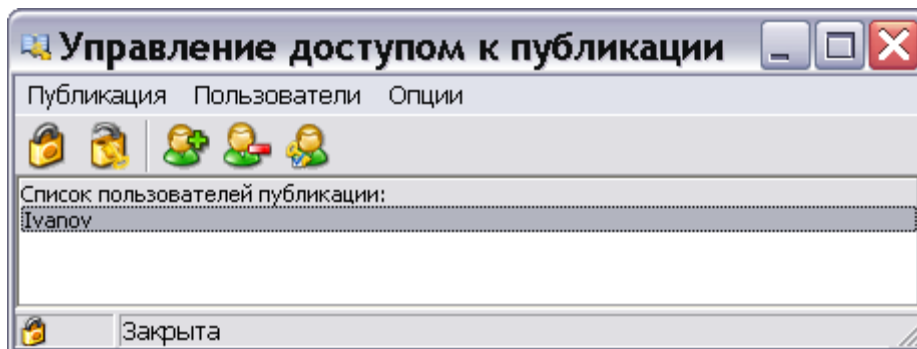

Рис. 199
1. Запустите файл утилиты TGPubAccess.exe и введите пароль входа в утилиту. После этого откроется окно **Управление доступом к публикации** (Рис. 199).